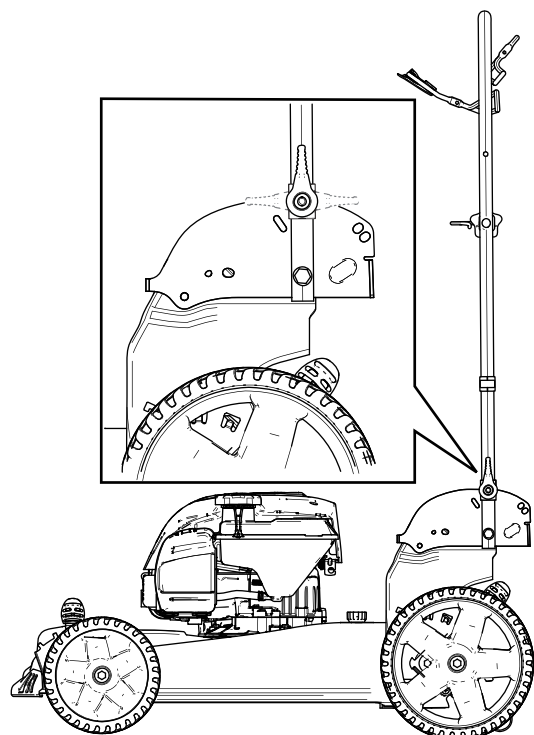

Figura 20
2. Pliegue el manillar hacia adelante, a la posición vertical o a la posición de plegado completo, según se indica en Figura 20.